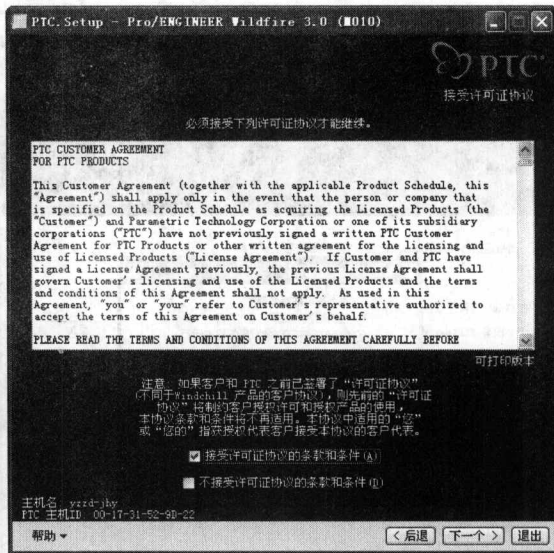

图 1-7 接受许可证协议
(4) 弹出如图 1-7 所示的【接受许可证协议】对话框, 选中【接受许可证协议的条款和条件】选项, 单击【下一个>】按钮。